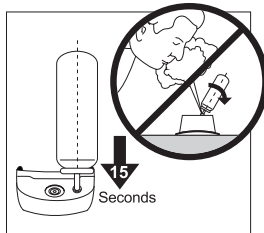

Abb. 1
2. Lassen Sie vorab die Luft aus dem Füllbehälter, indem Sie die Einfüllöffnung (6) zweimal mit einem Schraubendreher herunterdrücken.
3. Führen Sie die Sprühdüse von oben in die Einfüllöffnung (6) am Gerät ein.
4. Um das Gerät zu befüllen, halten Sie die Sprühdüse für ca. 15 Sekunden an der Einfüllöffnung (6) gedrückt (Abb. 1).